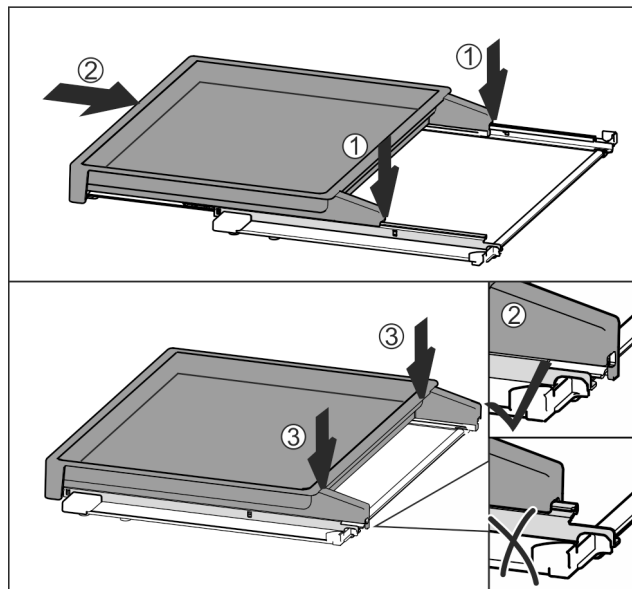

Fig. 97
- La poser au centre sur les rails Fig. 97 (1).
- Insérer complètement la bordure télescopique Fig. 97 (2).
- Appuyer sur sa partie arrière jusqu'à ce qu'elle s'enclenche de manière audible Fig. 97 (3).